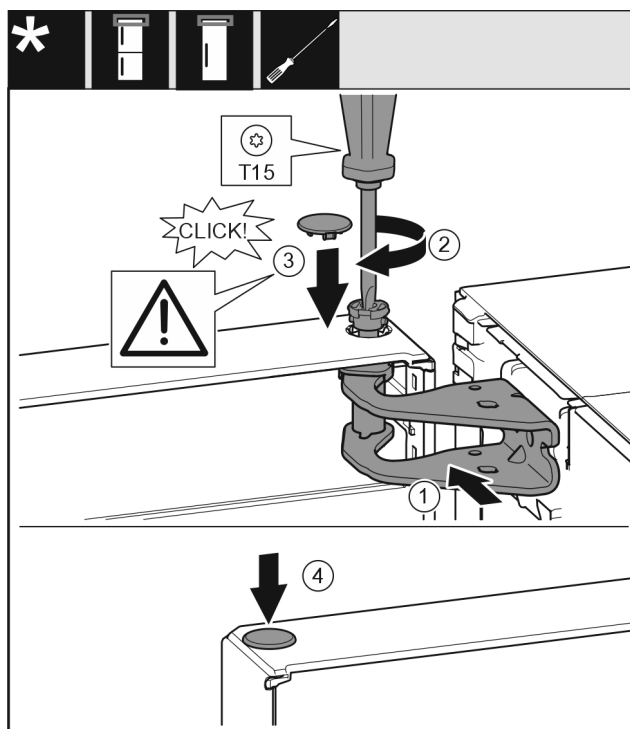

Fig. 26
- Dveře nahoře vyrovnejte s otvorem ve stojanu ložiska. Fig. 26 (1)
- Vložte čep Fig. 26 (2) a pevně jej utáhněte šroubovákem.
- K zajištění dveří namontujte bezpečnostní kryt Fig. 26 (3): Bezpečnostní kryt nasad'te a zkontrolujte, zda přiléhá na dveře. V opačném případě čep zcela zasuňte.
- Vložte zátku Fig. 26 (4).